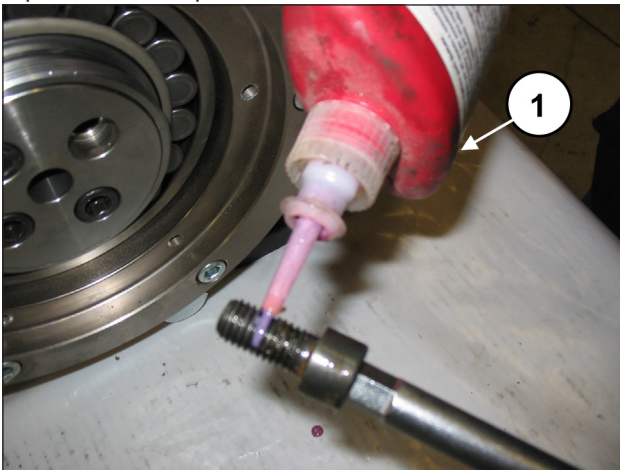

Fig. 88
Appliquer LOCTITE 243 sur le filetage des vis M12x25 (rep. ①, Fig. 88).